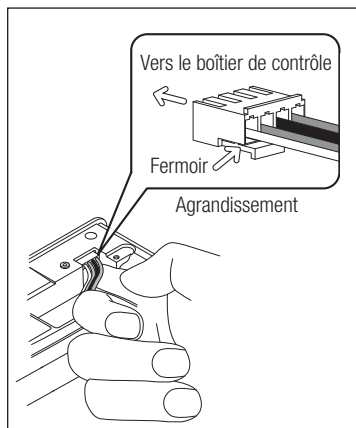

Fig. 8
- 5) Pour enlever le connecteur, appuyer sur le fermoir sous le connecteur pour le libérer. (Fig. 8)